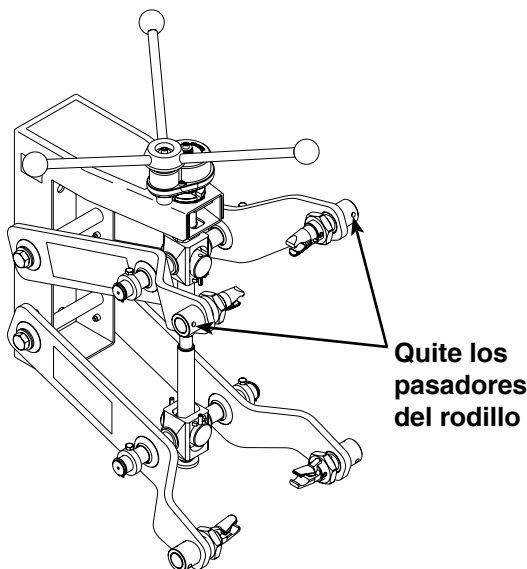

Figura 1
1. Quite las mordazas superiores derecha e izquierda del compresor del resorte del travesaño vaciando los pasadores del rodillo. Consulte la figura 1. Deseche los pasadores de rodillo.